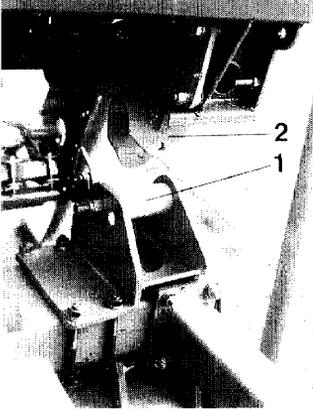
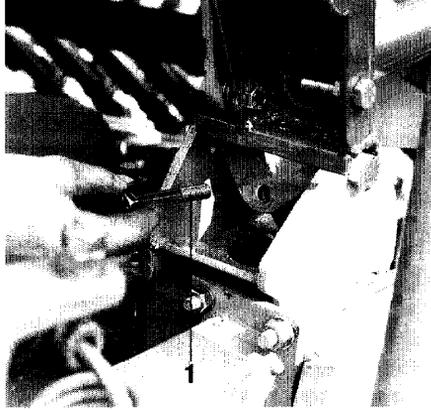

Fig. 13
Fig. 14
- Lagerwellen (Fig. 13/1) und Fangtaschen (Fig. 13/2) zusammenführen, mit zwei Bolzen (Fig. 14/1) abstecken und mit Federvorsteckern sichern.